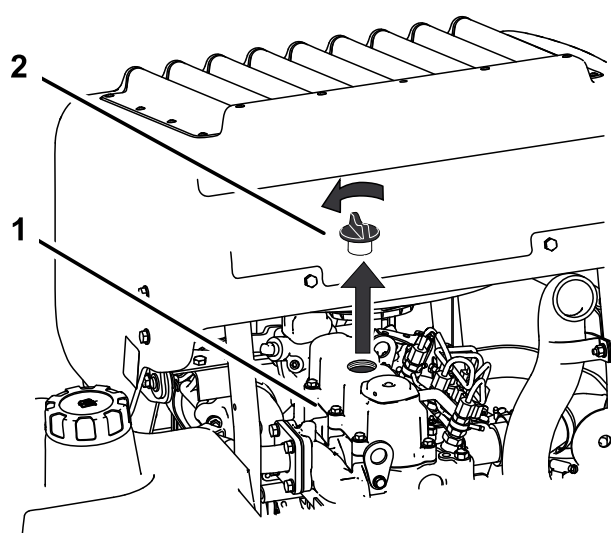

Figura 38
6. Togliete il tappo di riempimento dell'olio da sopra il motore (Figura 38), per agevolare la fuoriuscita dell'olio.
2. Togliete il tappo dell'olio e l'asta di livello (Figura 38).